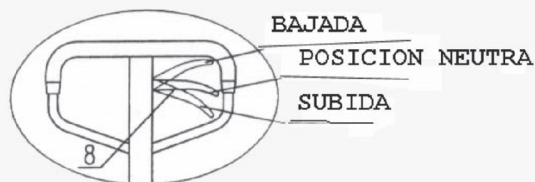

Fig. 4
- 1-2. Colocar el tubo manilla (fig.4) en la posición A, y adaptar nuevamente el bulón (2) sujetándolo con su pasador. Luego quitar el pasador (1) que la máquina lleva de forma provisional, para sujetar el muelle cuerpo de la bomba para el transporte.